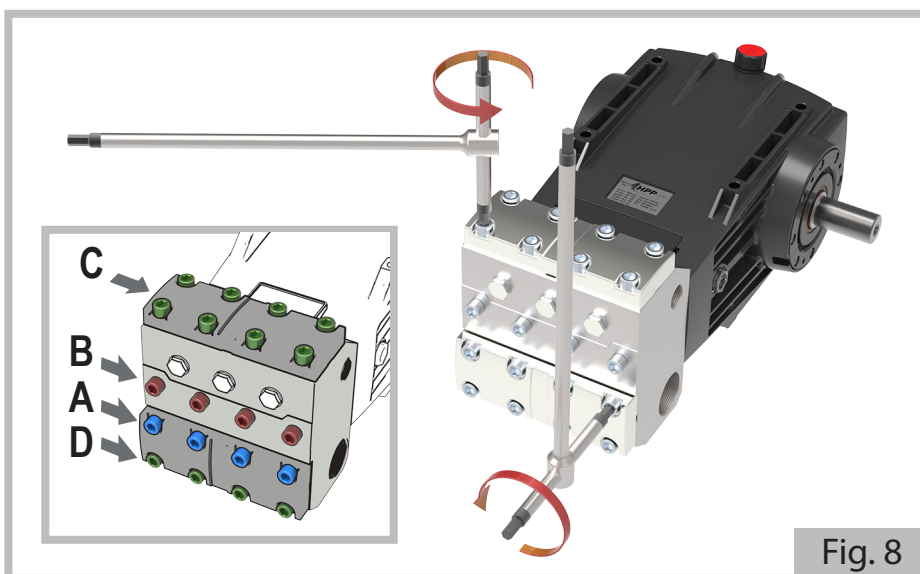

Fig. 8
- a) Démontez les deux bouchons de la soupape (1) de la tête (3), en dévissant les vis **A-C-D** (voir détail figure 8) avec une clé mâle à six pans de 12 mm, en suivant la procédure ci-dessous :
- retirer les deux bouchons de soupape (1)